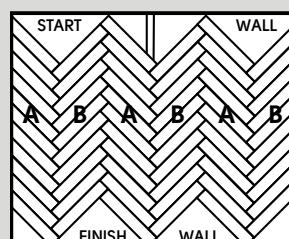

Figure. 8
- Continuez la pose des lames « B ». Faites la même chose de l'autre côté de la rangée des lames « B » initiales avec des lames « A ». Terminez la pose, en utilisant la même méthode tout en maintenant en place les cales de dilatation et en faisant attention à ce que le motif reste bien d'équerre (Figure 8).